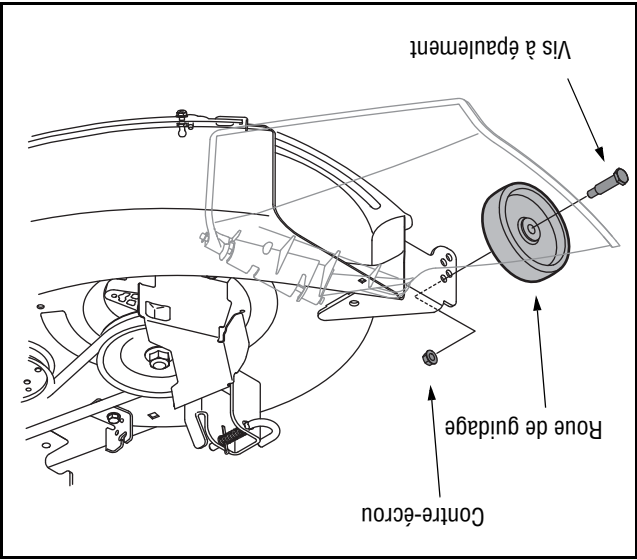

Figure 5
Placez le tracteur sur une surface ferme et plane, de préférence goudronnée. Consultez le Figure 5 et procédez comme suit :
- d. Enfoncez la vis à épaulement de la roue de guidage arrière dans le trou indexé qui laisse environ  $\frac{1}{2}$  po entre la base de la roue et la surface goudronnée. Voir la Figure 5.